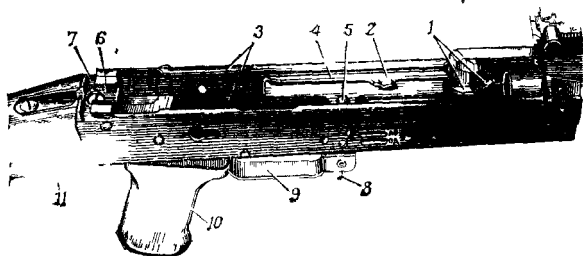

Рис. 30. Ствольная коробка
12. Ствольная коробка (рис. 30) служит для соединения частей и механизмов автомата (пулемета), для обеспечения закрывания канала ствола затвором и запираания затвора. В стволь-